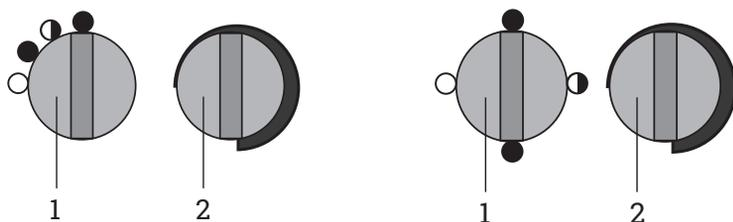

Рис. 2. Варианты блока управления
1. Установить ручку переключателя режимов (1) в положение «0». Повернуть ручку терморегулятора (2) в крайнее против часовой стрелки положение.
2. Для подключения к стационарной электросети тепловая пушка комплектуется сетевой вилкой (установлена на корпусе тепловой пушки) и ответной сетевой розеткой. Кабель питания в комплект поставки не входит. Схему расположения контактов на вилке см. в приложении на рис. 2.
Для включения тепловой пушки в режиме вентиляции необходимо установить переключатель режимов (1) (рис. 2) в положение «1» (вентиляция без нагрева). При этом начнет работать вентилятор.
Для выключения тепловой пушки необходимо установить переключатель режимов (1) (рис. 2) в положение «0» (выключено). При этом вентилятор должен отключиться. Отключить тепловую пушку от источника питания.
Включить тепловую пушку в режиме вентиляции. Установить ручку переключателя режимов (1) (рис. 2) в положение «2». При этом обеспечивается работа пушки в режиме 1. Для включения пушки в режиме 2 установить ручку переключателя режимов (1) в положение «3». Повернуть ручку терморегулятора (2) (рис. 2) по часовой стрелке до включения нагревателей. С помощью этой ручки задается необходимая температура в помещении до +40 °С. По достижении заданной температуры терморегулятор отключает нагреватели.
Перевести ручку терморегулятора (2) (рис. 2) в крайнее против часовой стрелки положение.
Установить переключатель режимов (1) (рис. 2) в положение «1» (вентиляция без нагрева) и дать поработать тепловой пушке в режиме вентиляции не менее 60 секунд для охлаждения нагревателей.